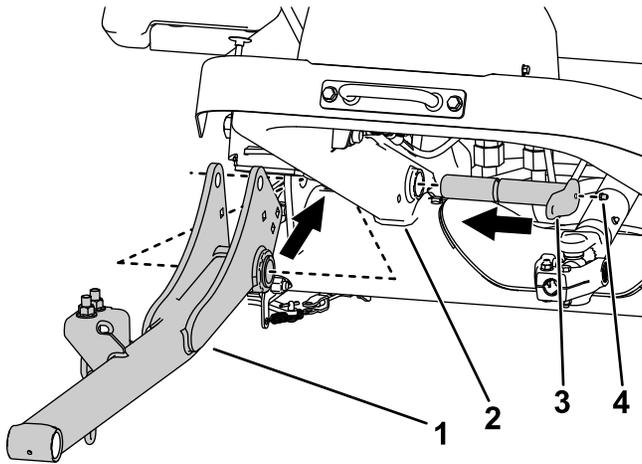

图 6
2. 用 2 个大销钉将提升臂安装到机器机架图 6。
3. 将黄油嘴安装到大销钉上图 6。